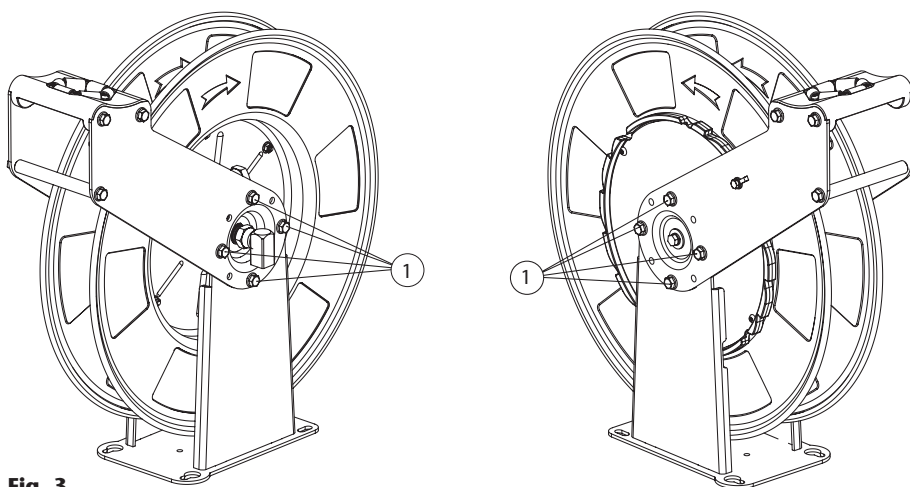

Fig. 3
Para posicionar los brazos de salida, es necesario aflojar y retirar los tornillos (1) (fig. 3). En ese momento el tambor junto con los brazos de salida quedan sueltos del bastidor. Coloque los brazos en la posición deseada, y vuelva a fijar de nuevo los tornillos (1).